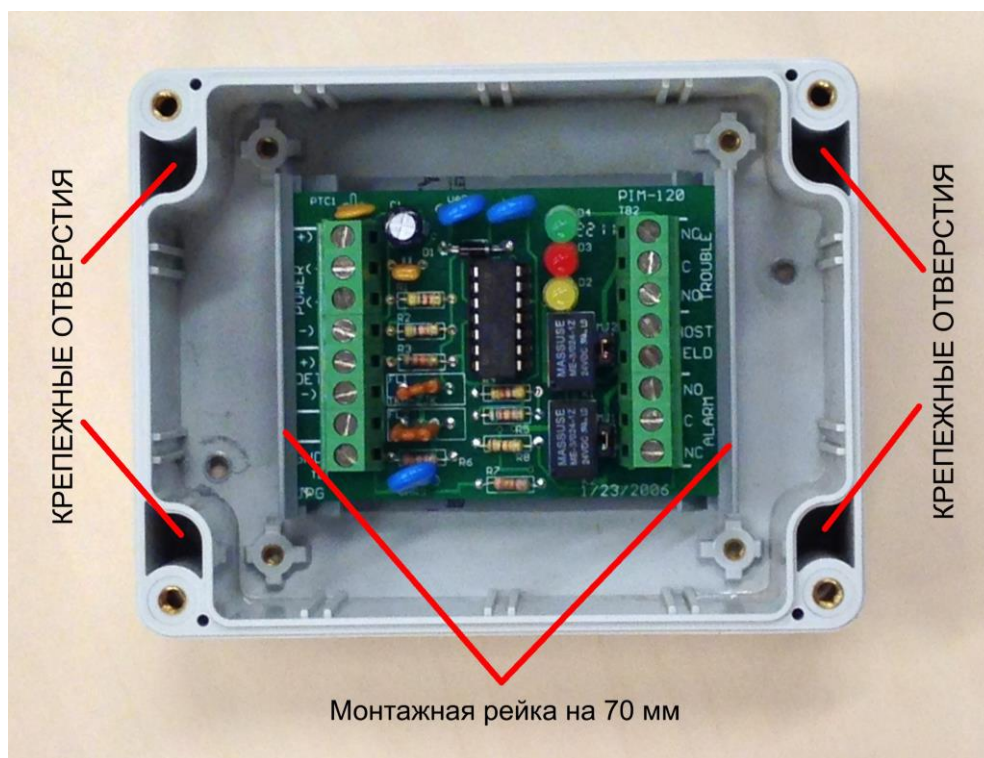

Рис. 2. Модуль ПИМ-120 в монтажном боксе
4.1 Модуль контролирует состояние одного термокабеля. На плате модуля имеются индикаторы режима работы термокабеля. Красный светодиод индицирует режим "ПОЖАР", желтый светодиод - режим «НЕИСПРАВНОСТЬ», зеленый светодиод – наличие напряжения питания. Модуль транслирует состояние термокабеля через релейные выходы «ПОЖАР» и «НЕИСПРАВНОСТЬ». К прибору модуль подключается по четырехпроводной схеме, аналогично подключению линейных дымовых извещателей с релейными выходами. Переход модуля в режим «ПОЖАР» происходит при замыкании проводников термокабеля. Возврат модуля в дежурный режим происходит автоматически после устранения причины, вызвавшей переход в режим «ПОЖАР». Сигнал «НЕИСПРАВНОСТЬ» формируется при обрыве термокабеля и при отключении напряжения питания, т.е. в дежурном режиме реле «Неисправность» находится под током. Интерфейсный модуль ПИМ-120 размещается в монтажном боксе из поликарбоната с прозрачной крышкой и герметизирующей прокладкой (рис. 2, 3).